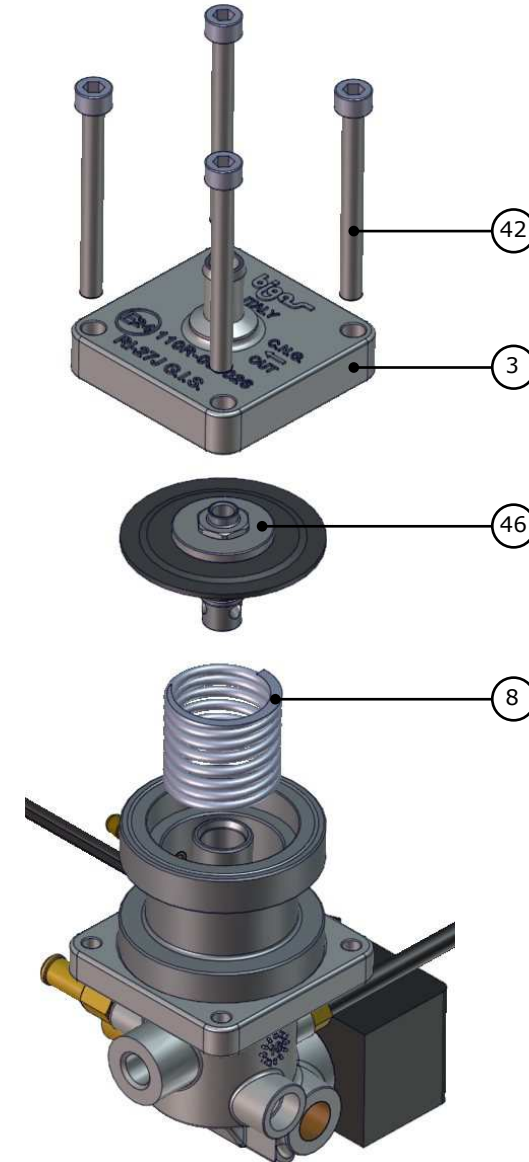

Fig. 2
- 2) Svitare le n.4 viti (42), smontare il coperchio II stadio (3), sfilare il gruppo membrana (46) e la molla (8), (fig.2);
*Unscrew the n°4 screws (42), disassembly the II stage cover (3), extract the diaphragm group (46) and extract the spring (8), (fig.2);*